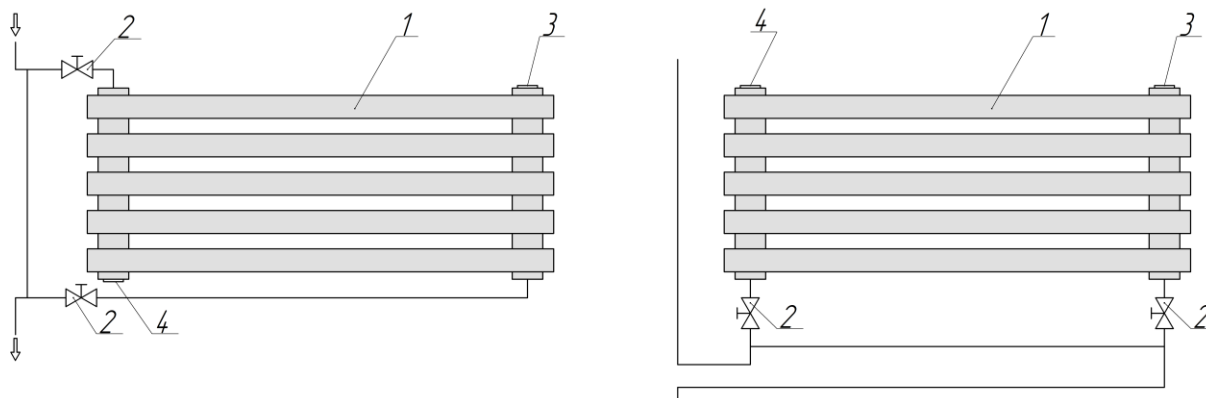
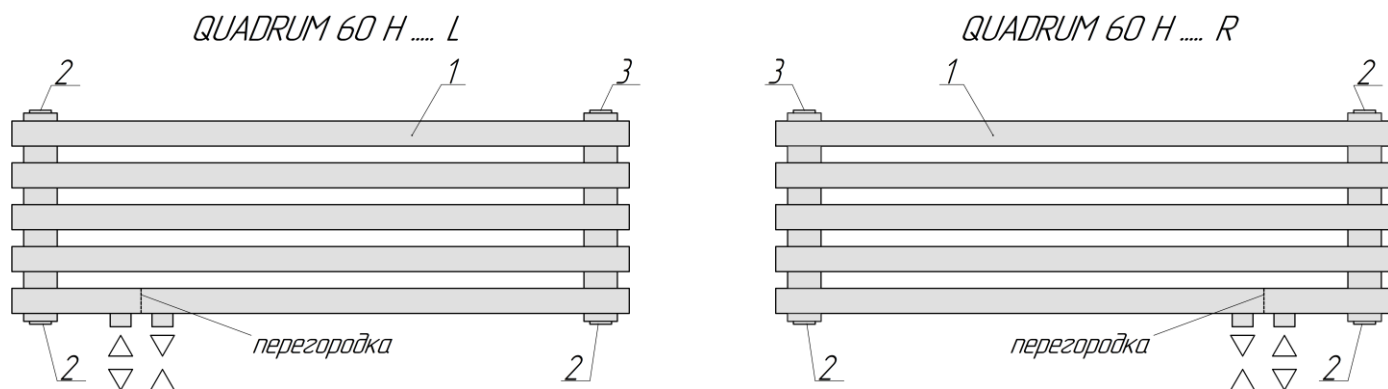

Рис.2 1. Радиатор. 2. Вентиль (кран). 3. Кран-воздухоотводчик. 4. Пробка глухая.
Рис. 4 1. Радиатор. 2. Пробка глухая. 3. Кран-воздухоотводчик.
2.2. Радиаторы «QUADRUM 60 Н» выпускаются с разнесенным (седлообразным) нижним или диагональным подключением (рис.2, 3), либо (для моделей «QUADRUM 60 Н...R...» и «QUADRUM 60 Н...L...») с правосторонним или левосторонним нижним подключением с межжосевым расстоянием 50мм (рис.4).